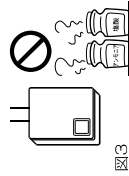

図3
- 業務用薬品（アンモニア・塩素・イオウ・エチレン化合物・酸類など）を使用する場所には設置しないでください。(図3)